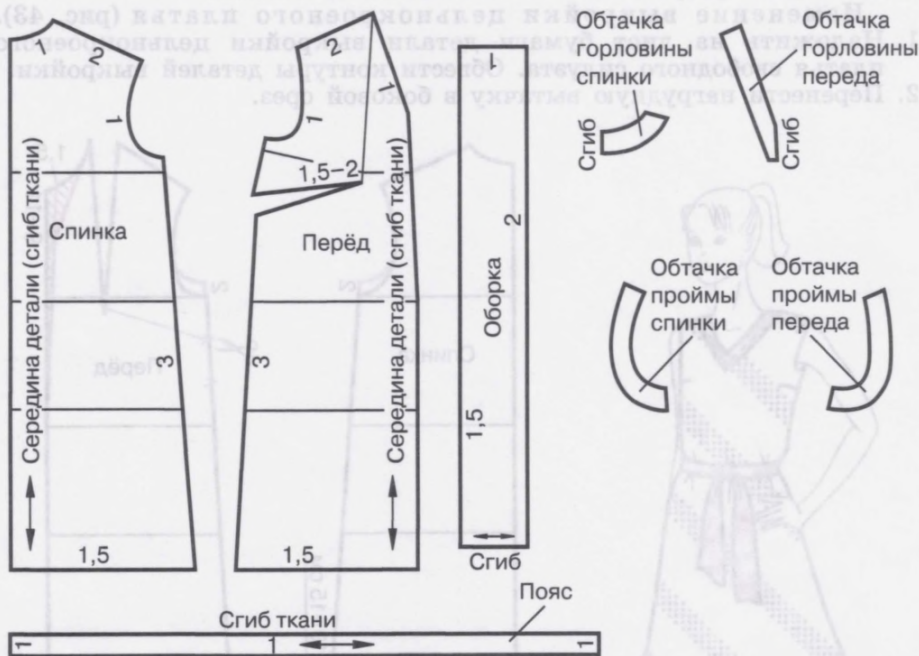

Рис. 45. Подготовка деталей выкройки платья модели 1 к раскрою
9. Подготовить детали выкройки платья к раскрою (рис. 45).